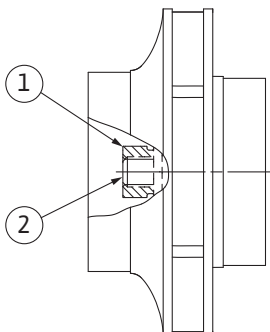

Fig. 106: Pravilni položaj matice tekača po vgradnji
- Držite gred z viličastim ključem (vel. 22 mm) in privijte matico tekača s predpisanim priteznim momentom (glejte tabelo »Pritezni momenti« [► 28]). Matica (Fig. 106, poz. 1) mora biti poravnana s koncem gredi pribl. $\pm 0,5$ mm (Fig. 106, poz. 2). Če temu ni tako, odvijte matico in ponovite korake od 4 do 8.